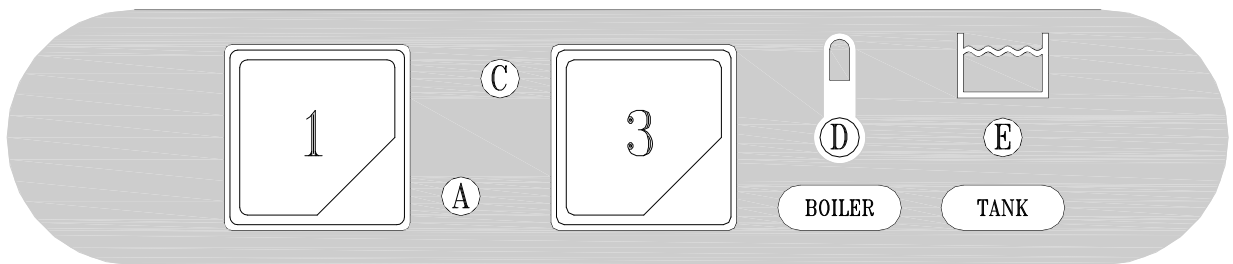

Fig. 3-2
- A riempimento avvenuto, aprire la porta (I) e introdurre il detersivo (ca. 2 gr. per litro di capacità della vasca). Inserire il cesto (L) carico e chiudere la porta (I). A questo punto premere il pulsante START (3) (almeno per 2 secondi) e avrà inizio il ciclo di lavoro visualizzato dalla lampada spia (C): la fine del ciclo coincide con lo spegnimento di questa spia. Per spegnere la macchina si dovrà disinserire l'interruttore (1) portandolo nella posizione (0) spia (A) spenta. (fig.3-2÷3-3).
**N.B.:** Non è possibile avviare il ciclo di lavaggio fino a quando la spia (E) non sarà accesa.
*E' consigliato avviare il ciclo di lavoro quando la spia del boiler (D) sarà spenta, come indicato al punto 3.2 Messa in funzione giornaliera.*
- When the water intake cycle is complete, open the door (I) and add detergent (about 2 g. per litre of tank capacity). Position the full basket (L) and close the door (I). Now press the START button (3) (at least for 2 seconds) and the wash cycle displayed by light (C) will start. When the cycle is over, this light goes out. To turn off the appliance, turn the switch (1) to 0. Light (A) indicates the appliance is off (fig.3-2÷3-3).
**N.B.:** It is not possible to start a washing cycle till the warning light (E) is off.
*It is recommended to start a work cycle when the boiler warning light (D) is off, as indicated at point 3.2 - Daily Start Up.*
- Nach erfolgter Füllung die Tür (I) öffnen und das Spülmittel einfüllen (ca. 2g/l Fassungsvermögen des Spülbehälters) Den gefüllten Geschirrkorb (L) einsetzen und die Tür (I) schließen. Nun die START-Taste (3) mindestens 2 Sekunden lang drücken, und das Spülprogramm beginnt, die Kontrolllampe (C) leuchtet auf und am Programmende erlischt die Kontrolllampe. Um das Gerät auszuschalten, muß der Schalter (1) auf die Position 0 gestellt werden, die Kontrolllampe (A) erlöscht (fig.3-2÷3-3).
**N.B.:** Solange die Kontrolllampe (E) nicht aufleuchtet, kann der Spülgang nicht gestartet werden.
*Es wird empfohlen den Arbeitsgang zu starten, erst wenn die Kontrolllampe vom Boiler (D) erlöscht ist, wie in Abschnitt 3.2 "Tägliche Inbetriebnahme" angegeben.*
- Lorsque le remplissage est terminé, ouvrir la porte (I) et verser le déterfif (environ 2 g pour chaque litre remplissant la cuve). Introduire le panier (L) plein et fermer la porte (I). A ce stade, presser le bouton-poussoir START (3) (au moins 2 secondes) et le cycle de fonctionnement commencera, visualisé par la lampe-témoin (C). La fin du cycle coïncide avec l'extinction de ce voyant. Pour arrêter la machine, il faudra débrancher l'interrupteur (1) en le ramenant sur la position 0: lampe-témoin (A) (fig.3-2÷3-3).
**N.B.:** Il n'est pas possible de commencer le cycle de lavage jusqu'à quand la lampe-témoin (E) n'est pas allumée.
*Il est conseillé de commencer le cycle de travail quand la lampe-témoin (D) sera éteinte, comme indiqué au point 3.2 – Mise en Marche.*
- Después del llenado, abra la puerta (I) y vierta el detergente (2 gramos aproximadamente por litro de capacidad de la cuba). Introduzca el cesto (L) carga y cierre la puerta (I). Pulse ahora START (3) (almenos durante 2 segundos) para arrancar el ciclo de trabajo: se enciende la luz testigo (C), que se apagará al final del ciclo. Para apagar la máquina desconecte el interruptor (1): posición 0, luz testigo (A) apagada (fig.3-2+3-3).
**N.B.:** No es posible empezar el ciclo de lavado hasta que el piloto (E) no se enciende.